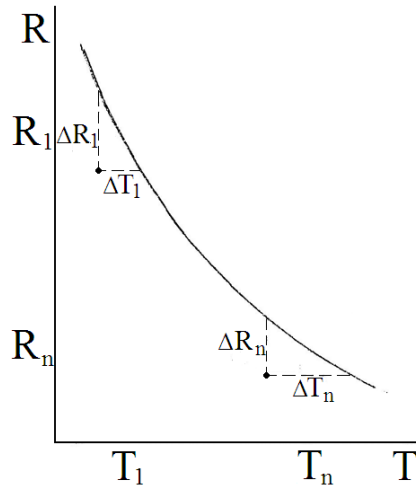

Рисунок 7.3
6. Використовуючи дані таблиці побудувати графіки $R=f(T)$, та $\ln R=f(1/T)$. Якісний вигляд цих графіків показаний на рис. 7.3 та 7.4.
7. Користуючись графіком (рис. 7.3) знайти температурний коефіцієнт опору (ТКО) терморезистора для температур 20, 40, 60, 80, 100° С.